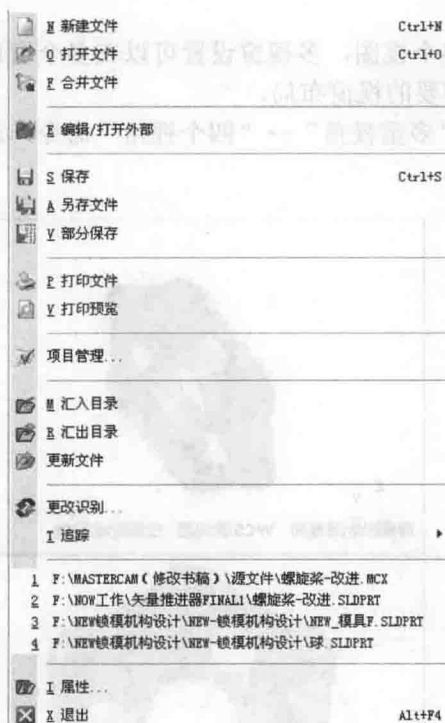

图 1-3 “文件”菜单
(1) 文件 此菜单提供了文件开启、关闭、保存等操作，同时还可以进行文件的合并、格式转换，以及打印等相关功能，如图 1-3 所示。